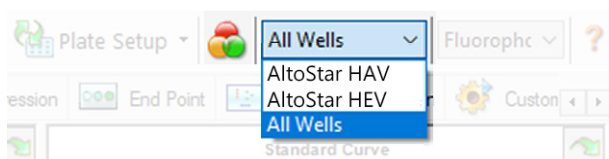

Figura 4: Botón Well Group (grupo de pocillos) y menú desplegable Well Group (grupo de pocillos)
En la ventana Data Analysis (análisis de datos), asegúrese de seleccionar el **Well Group** (grupo de pocillos) del kit AltoStar® HAV RT-PCR Kit 1.5. Por tanto, haga clic en el menú desplegable **Well Group** (grupo de pocillos) junto al botón **Well Group** (grupo de pocillos) (consulte la figura 4) de la barra de herramientas. No utilice el **Well Group** (grupo de pocillos) «All Wells» (todos los pocillos). La selección de la figura 4 se usa como vista de ejemplo general.
1. En la ventana Data Analysis (análisis de datos), asegúrese de seleccionar el **Well Group** (grupo de pocillos) del kit AltoStar® HAV RT-PCR Kit 1.5. Por tanto, haga clic en el menú desplegable **Well Group** (grupo de pocillos) junto al botón **Well Group** (grupo de pocillos) (consulte la figura 4) de la barra de herramientas.